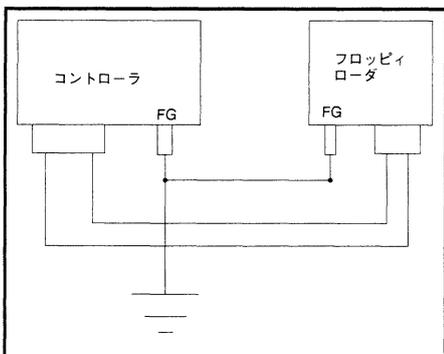

図4-3 アース配線
- (7) ノイズの多い場所ではデータのセーブやロードができない場合があります。ノイズとは付近のモータやトランシーバ等の電波源よりの電磁誘導・電波放射・静電気放電等のことをいいます。ノイズが多い場所では必ず図4-3に示すようにアース配線を行なってください。